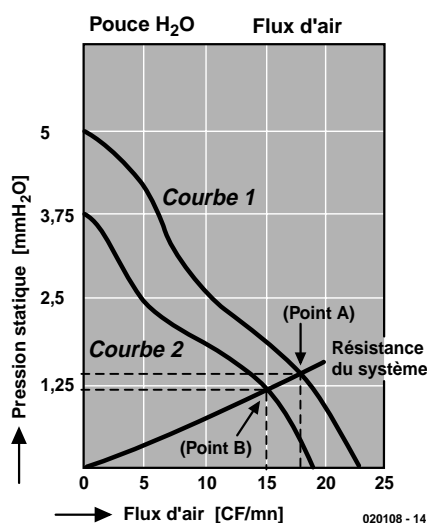

Figure 4. La courbe de performance de ventilation d'un ventilateur de 60 x 60 x 15 mm à vitesse faible et normale.
**Exemple 2.** La courbe 2 de la **figure 4**, correspond à un ventilateur de même taille et configuration que celui de la courbe 1, mais tournant à une vitesse plus faible. Si le système n'a besoin que de 15 CFM à 1,25 mm H2O, la courbe parabolique chute de pression/flux d'air passe par le point B. En conséquence, un ventilateur qui fournit un flux d'air de 18 CFM à une pression statique de 0 convient pour le refroidissement. L'utilisation d'un ventilateur de vitesse plus faible est donc la solution à choisir.
La **figure 4** résume en un graphique ce qui change d'un ventilateur à l'autre. Dans certains cas, bien sûr, on peut même se contenter d'un ventilateur physiquement plus petit fournissant le même flux d'air, si la résistance du système est suffisamment réduite.